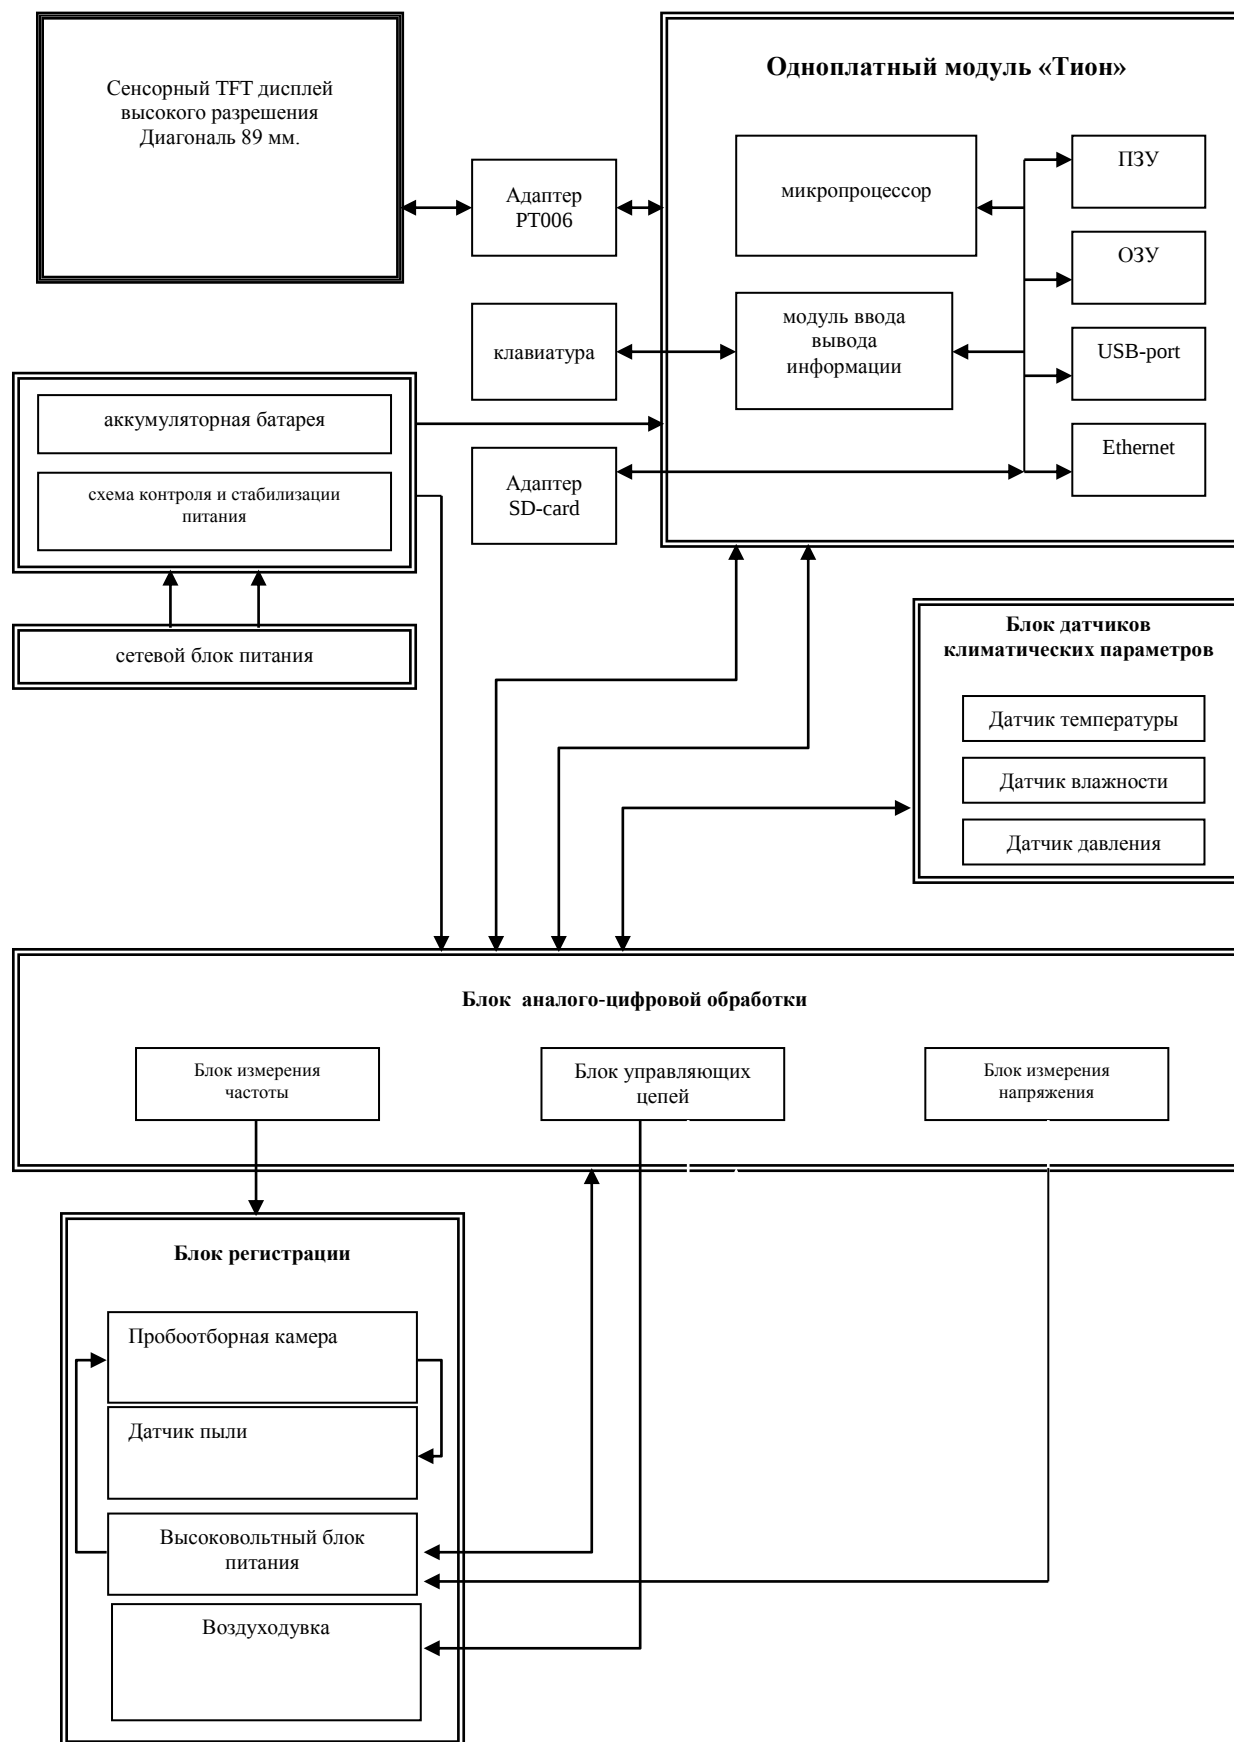

Рисунок 5. Функциональная схема анализатора пыли “Атмас”.
2.3.1 Блок управления (БУ) размещен в корпусе прибора из пластика, на котором расположены элементы управления и индикации. Функциональная схема прибора «Атмас» представлена на рис. 5. Блоки измерения частоты, напряжения и одноплатный компьютер размещены на единой плате. На отдельных платах размещен блок питания с аккумуляторной батареей и высоковольтный блок питания. Соединения всех плат осуществляется плоскими многожильными кабелями.